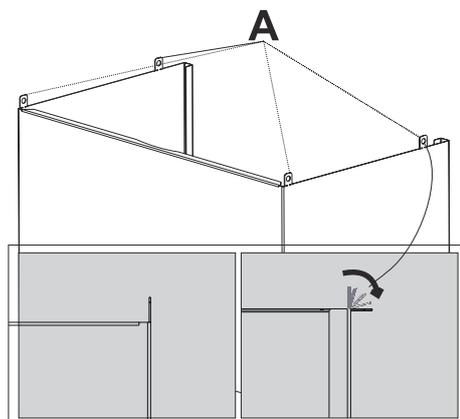

Fig. 17
6. ➔ Tirare la canna fumaria interna verso l'alto attraverso la canna fumaria esterna. Sulla canna fumaria interna sono presenti 4 parti di montaggio. Piegare questi raccordi a 90° verso l'esterno della canna fumaria (Fig. 17).